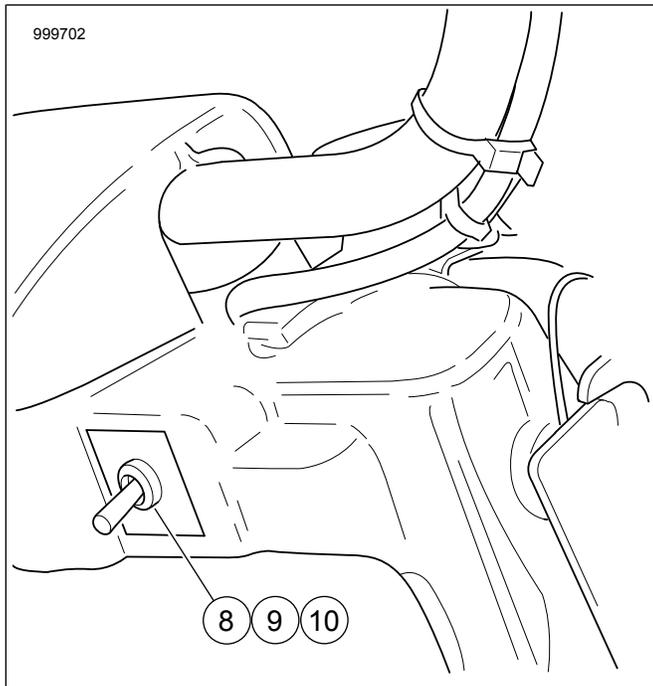

Figura 6. Ubicación del interruptor sin fuselaje
- a. Vea la Figura 6. Instale la tuerca (8), la etiqueta (9) y el interruptor (10) en el agujero de acceso derecho.
- b. Enchufe el arnés, que se encuentra debajo del alojamiento de faro, al interruptor (10). Vea el manual de servicio.